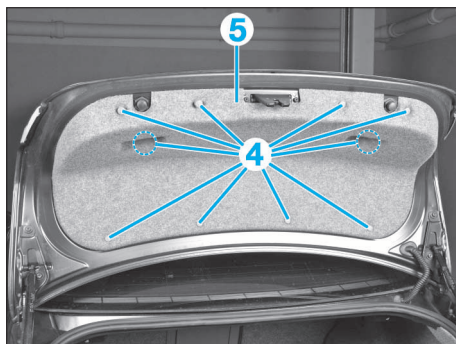

FIG. 82
- Défaire les clips (4) et retirer la garniture (5) (Fig.82).